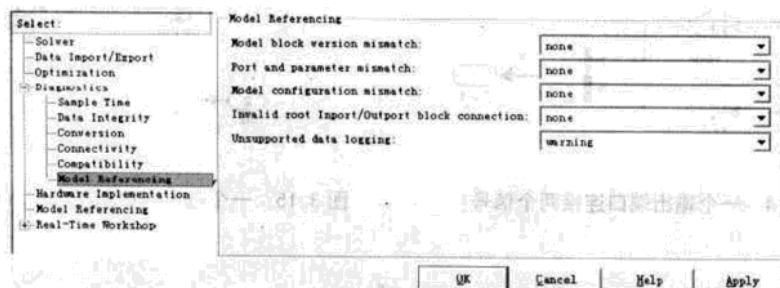

图 3.13 设置 Model Referencing 参数
7) Model Referencing: 该选项组允许用户设置相应的诊断措施,以便在模型升级或者模型仿真过程中,检测到 Simulink 不同版本之间的不兼容性时采取相应的应对措施。功能类似于 Compatibility Diagnostics,只是针对的对象有所不同,如图 3.13 所示。